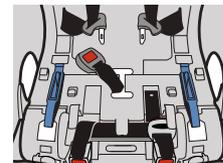

Figure 95
- Faites glisser la sangle d'un côté de la fente de sangle d'entrejambe et poussez le bord de la sangle dans la fente de réglage comme indiqué dans la **Figure 95**.